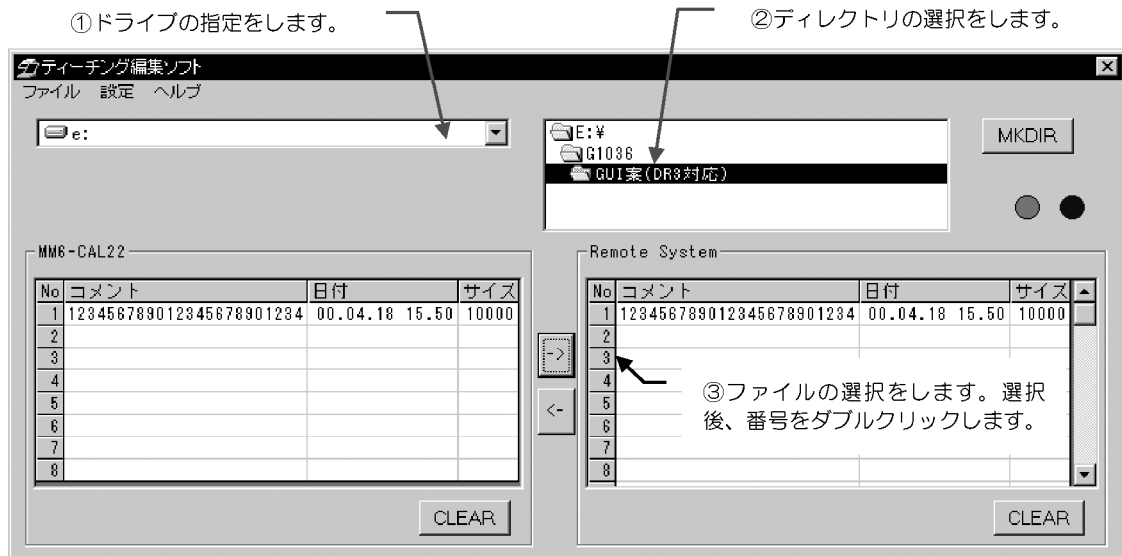

図 2-5
1. 表示されている[メインウィンドウ] (図 2-5) から、新規プログラムを保存するドライブ名を選択します。